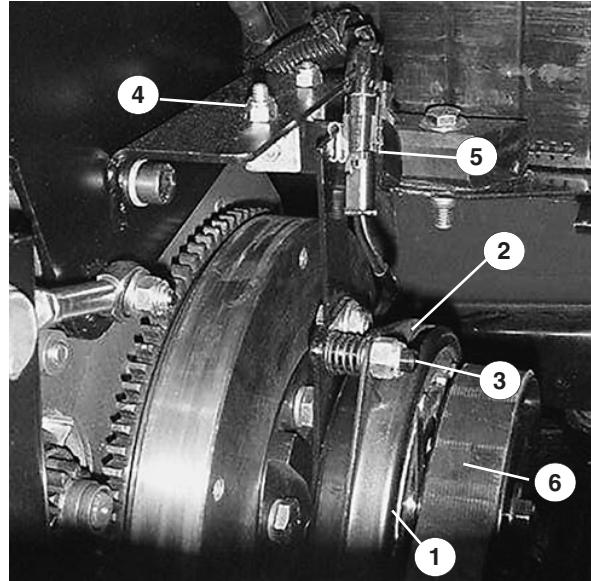

Bild 29
4. Drehen Sie die Zapfwellen-Riemscheibe in Richtung des Motors und ziehen den Riemen ab (Bild 29).
2. Entfernen Sie die Mutter und Schraube am linken Bügel, so dass Sie den Gummi-Stoßfänger am Befestigungsbügel (Bild 29) entfernen können.
3. Klemmen Sie die Elektrokupplung ab (Bild 29).
4. Stellen Sie den Abstand so ein, dass Sie eine 0,38-mm-Fühlerlehre mit leichtem Druck zwischen dem Kupplungsbelag und der Reibungsplatte einführen können (Bild 29). Diesen Abstand können Sie durch Drehen der Einstellmutter im Uhrzeigersinn reduzieren.